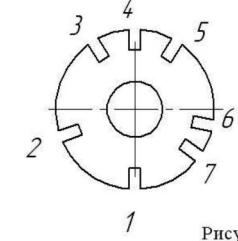

Рисунок 5 - Позиции диска фиксатора
4.2. Выставить ёмкость бетоносмесителя на выбранный угол (поз 2,6,7 диска фиксатора, рис.5).
Примечание: Угол близкий к горизонтали (поз. 6 диска фиксатора, рис. 5) обеспечит хорошую размешиваемость, но уменьшит объём готового замеса, л.
4.5. После перемешивания в течение 2-5 мин выгрузите смесь в поддон путём наклона горловиной вниз (поз. 3, 4, 5 диска фиксатора рис. 5).